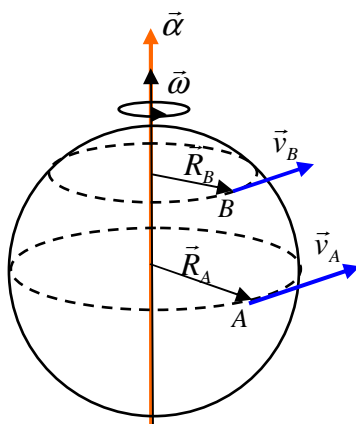

Fig.10
Cuando la velocidad angular  $\vec{\omega}$  no permanece constante, es decir que depende del tiempo, entonces existe aceleración angular  $\vec{\alpha} = \frac{d\vec{\omega}}{dt} \neq 0$ ; fig.10 y al igual que la velocidad angular  $\vec{\omega}$ , es en cada instante, la misma para todas las partículas del sólido rígido. En resumen: *tanto la velocidad angular  $\vec{\omega}$ , como la aceleración angular  $\vec{\alpha}$ , en cada instante, son iguales para todas las partículas del sólido rígido, cuando gira alrededor de un eje fijo.*
**La velocidad lineal** de cada partícula del sólido rígido, es sin embargo un vector distinto para cada una. Recuérdese, que para una partícula que gira alrededor de un eje fijo, se verifica que  $\vec{v}_i = \vec{\omega} \wedge \vec{R}_i$ ; de modo que la velocidad lineal va a depender de la distancia de la partícula al eje de rotación. En la fig.10 se representan las velocidades lineales de dos partículas del sólido rígido, nótese, que cuanto más alejada se encuentra del eje, mayor es su velocidad lineal  $\vec{v}_A > \vec{v}_B$ .